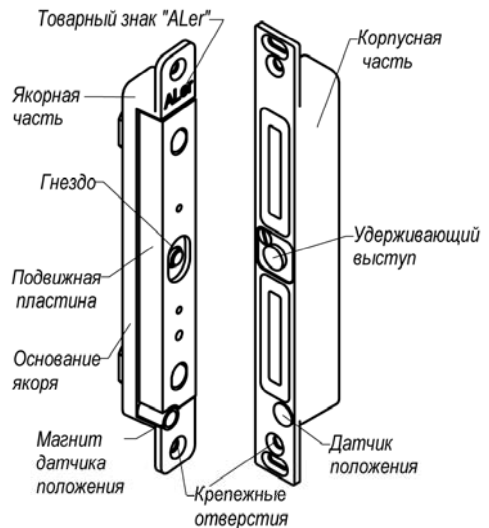

Рис.1
4.1 ЗАМОК состоит из корпусной и якорной частей. Корпусная часть монтируется в дверной коробке, якорная часть - в двери. При закрытии двери подвижная пластина якорной части (рисунок 1) притягивается к рабочей поверхности корпусной части, при этом удерживающий выступ на корпусе входит в соответствующее гнездо пластины якоря и блокирует дверь. Величина удерживающего усилия замка определяется конструктивными размерами удерживающего выступа. При снятии напряжения питания ЗАМОК разблокируется, что приводит к отпираанию двери.
4.2 Датчик Холла, расположенный на фланце корпуса (датчик положения), и магнит датчика положения, расположенный в якорной части (рисунок 1), используются для управления внутренней электронной схемой замка и определяют режимы «ПОДБРОС» и «УДЕРЖАНИЕ». При закрывании двери по сигналу датчика положения выполняется включение обмоток замка большим током намагничивания. Тем самым реализуется режим активного притягивания («подброс» якоря). Режим «ПОДБРОС» длится 4 – 5 секунд, после чего происходит переключение в режим «УДЕРЖАНИЕ» в заблокированном положении с пониженным током потребления.
Якорная часть вертикального варианта должна быть сориентирована в гнезде по установочной метке в виде товарного знака «ALer» направлением вверх (рисунок 1), для горизонтального варианта знак «ALer» на якорной части должен находиться ближе к оси поворота двери (рисунок 3).
5.3 Для монтажа корпусной части в дверной коробке подготавливается аналогичное гнездо напротив гнезда в двери. Корпусная часть замка ориентируется относительно якорной части по датчику положения на фланце замка. Датчик положения на корпусе должен находиться напротив магнита на якорной части (рисунок 1). Рекомендуется гнездо делать на 2-5мм шире корпуса,